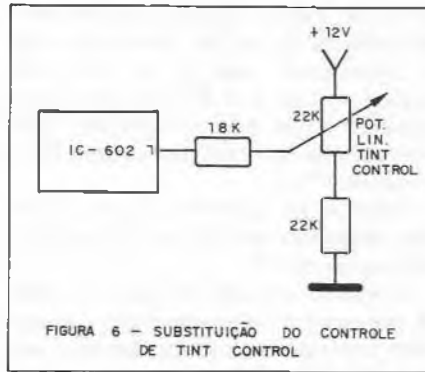

FIGURA 6 - SUBSTITUIÇÃO DO CONTROLE DE TINT CONTROL
5. substituir o controle de tint conforme mostra a figura 6;